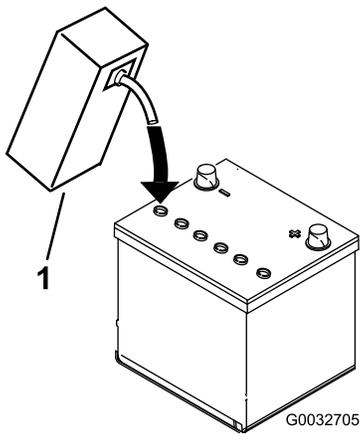

图6
3. 小心为每个电池注入电解液直到电池极板被大约 6mm 的液体覆盖 图6。
- 等待约 20 至 30 分钟以便电解液渗透到极板内。必要时加注电解液使电解液保持在加注井底部约 6mm 范围内图6。